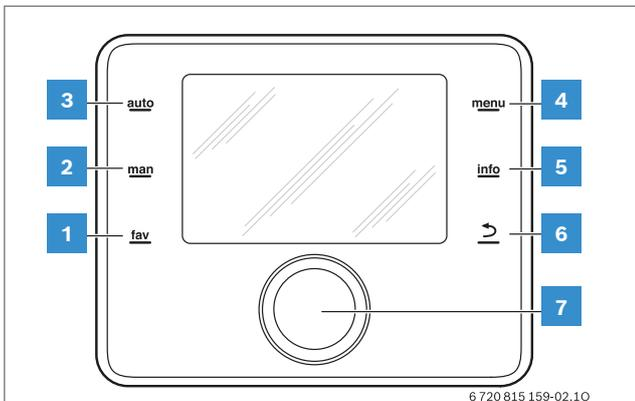

Fig. 36 Elementos de regulación
Mediante las teclas de selección (→ fig. 36, [3] y [2]), el modo de calefacción puede establecerse en “automatic” (automático) o “manual”.
- ▶ Selector central para un “control con una mano” (botón para pulsación y giro → fig. 36, [7])